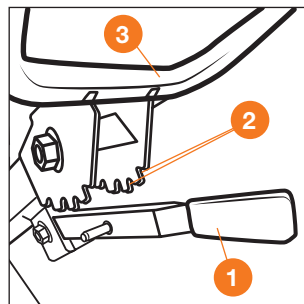

Рис. 21
- Зафиксируйте выбранное положение, вернув рычаг в исходное положение (Рис. 21).